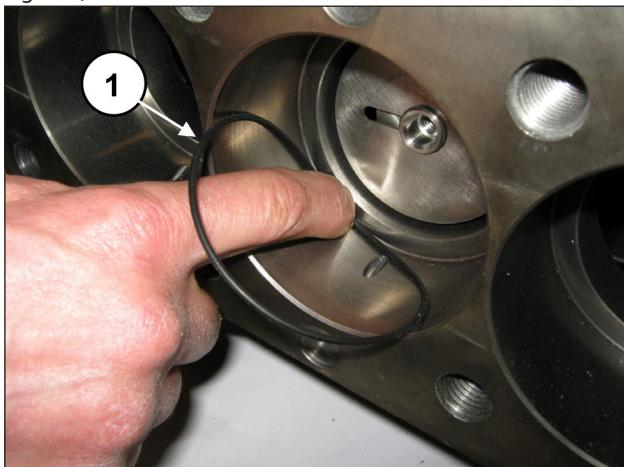

Fig. 172
Déposer le joint torique du fond du support des joints au cas où il serait resté à l'intérieur du carter de pompe (rep. ①, Fig. 172).